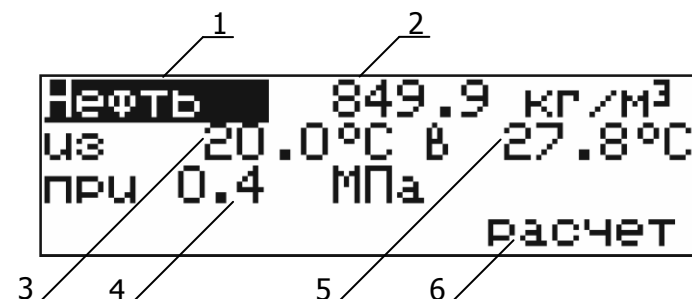

Рисунок 14 — Параметры для расчета приведенной плотности
- последовательно устанавливая кнопками **↑**, **↓** указатель (темный фон) в позиции 1–5 (рисунок 14), поочередно ввести параметры для расчета приведенной плотности. Для входа в редактирование параметра нажать **ENTER**. Цифровыми кнопками (рисунок 2) ввести новое значение. Неверно введенный символ можно забить кнопкой **↑**. Ввод отрицательного значения начать с нажатия кнопки **•** (точка);